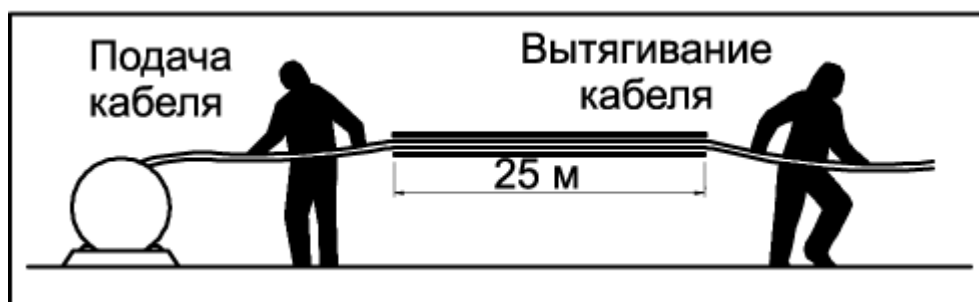

Рис. 30. Протягивание сенсорного кабеля в жесткой оболочке.
6. При протягивании кабеля в трубе один человек подает его, следя за тем, чтобы торец трубы не повредил оплетку кабеля, а другой человек вытягивает кабель с другого конца трубы (см. Рис. 30).